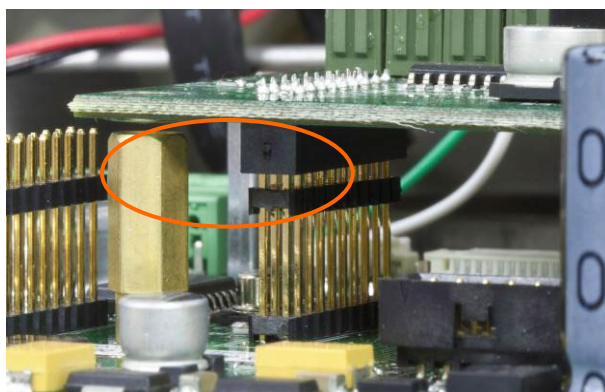

Figura 5-17: Alinhamento de pinos da placa opcional
2. Pressione suavemente a placa opcional para que todos os pinos no conector da placa principal deslizem para o soquete na base da placa opcional. Ao ser devidamente instalado, cada pino será inserido em um orifício correspondente no conector. Consulte a Figura 5-17.